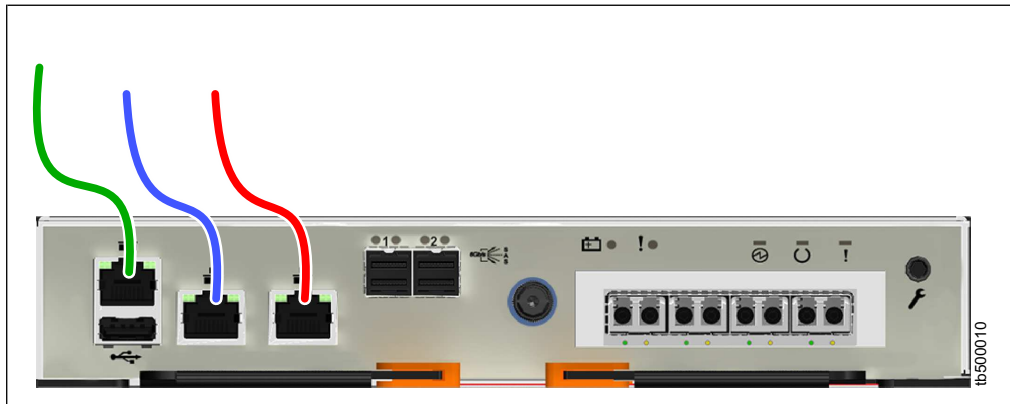

図 112. Storwize V5030 システムへのイーサネット・ケーブルの接続
- a. システム上のイーサネット・ポートの位置と機能を識別します。146 ページの図 112 を参照してください。
- 技術員用ポートは、システムの初期化または保守にのみ使用する必要があります。146 ページの図 112 では、技術員用ポートは緑色のケーブルで識別されます。
- b. システム内の各 Storwize V5030 ノード・キャニスターのイーサネット・ポート 1 を IP ネットワークに接続します。これにより、システム管理インターフェースに接続します。図 112 は、Storwize V5030 ノード・キャニスター上のポートの位置とイーサネット・ケーブル接続を示しています。
- c. オプションとして、システム内の各ノード・キャニスターのイーサネット・ポート 2 を、2 番目の IP ネットワークに接続します (図 112 の赤色のケーブル接続を参照)。ポート 2 は、システム管理インターフェースとの冗長接続を提供できます。ポート 2 は、ネットワーク上のホストによるシステムへの iSCSI 接続にも使用できます。システム内に複数のコントロール・エンクロージャーが存在する場合は、構成ノードに障害が起きたときにアクセスできるように、すべてのノード・キャニスターのポート 2 を必ず同一ネットワークに接続するようにしてください。